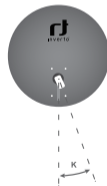

Fig. 3
3. Après avoir déterminé la position correcte du LNB, serrez les vis qui fixent la pince du LNB afin que le LNB soit fixé fermement (Fig. 3).